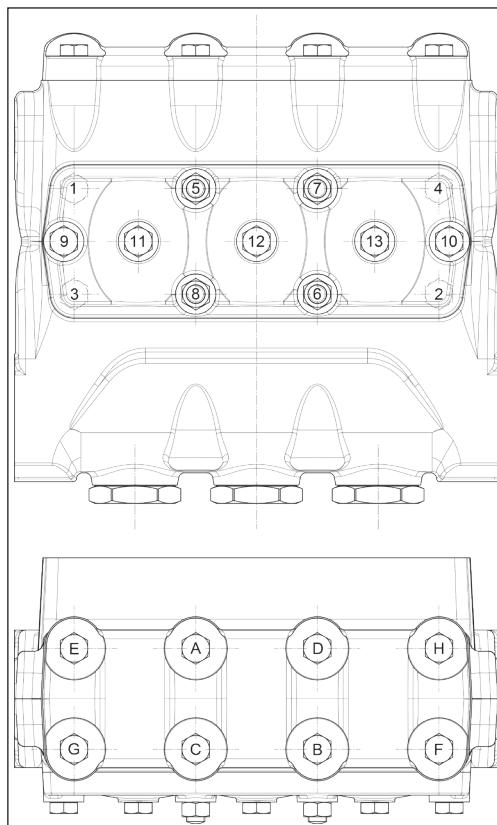

Fig. 137
** Le viti e i dadi di fissaggio testata e coperchi devono essere serrati con chiave dinamometrica lubrificando il gambo filettato e rispettando l'ordine riportato nello schema di Fig. 137.